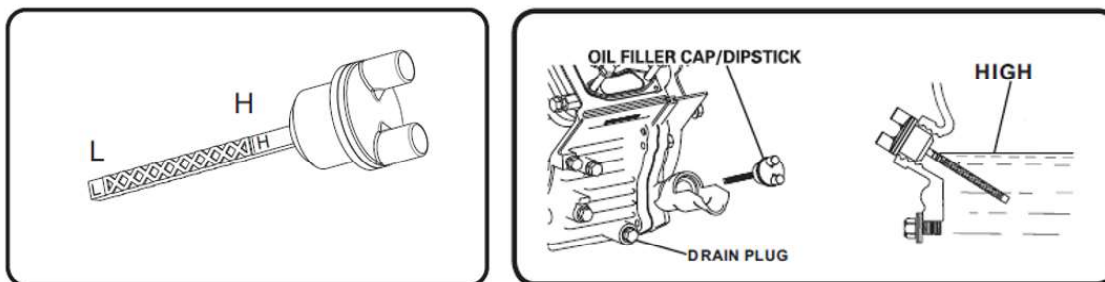

Fig. 9-3 Oljesticka
5. Jämför oljenivån med bilden Fig. 9-3 (längst ner till höger) och upprepa steg 2 till 4 tills motoroljan når kanten på påfyllningsöppningen.